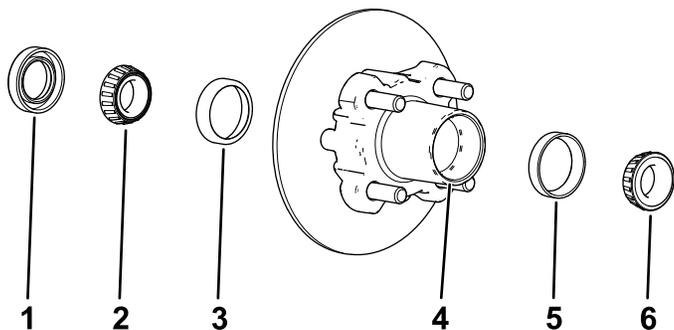

Figure 31
1. Déposez le roulement extérieur du moyeu (Figure 31).
2. Déposez le joint et le roulement intérieur du moyeu (Figure 31).
5. Éliminez la graisse, la saleté et les débris à l'intérieur de la cavité du moyeu (Figure 31).
7. Remplissez 50 à 80 % de la cavité du moyeu avec la graisse spécifiée (Figure 31).
8. Montez le roulement intérieur sur la bague, sur le côté intérieur du moyeu, puis posez le joint (Figure 31).